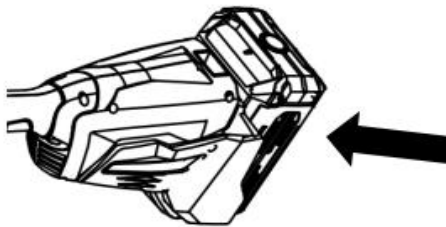

Fig.5
1. Mettez l'adaptateur dans la machine (Fig. 5), l'adaptateur est vendu séparément.